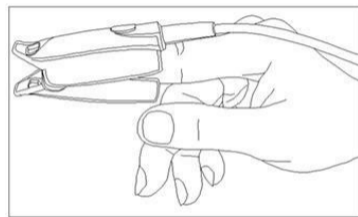

Figura 1 Sensore a clip da dito
- Per il sensore SpO₂ a clip da dito per adulti, inserire un dito (preferibilmente il dito indice, ma si possono utilizzare anche il medio o l'anulare, a condizione che le unghie siano della lunghezza appropriata) nel sensore secondo il simbolo sulla clip del sensore, come mostrato nella Figura 1.